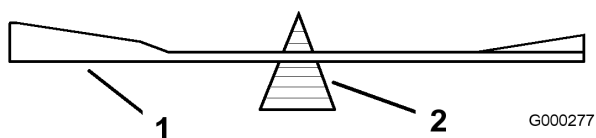
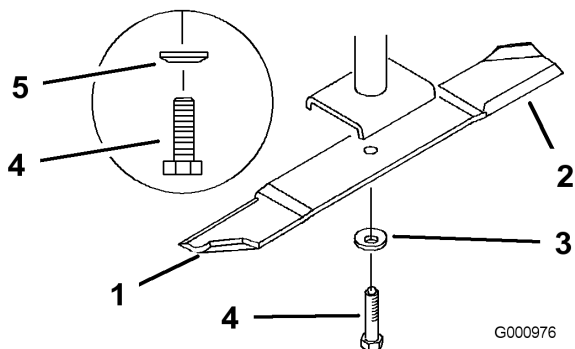

Figure 79
Figure 80
2. Retirez le boulon, la rondelle élastique et la lame de l'axe (Figure 80).
2. Vérifiez l'équilibre de la lame en la plaçant sur un équilibreur (Figure 79). Si la lame reste horizontale, elle est équilibrée et peut être utilisée. Si la lame est déséquilibrée, limez un peu l'extrémité de la partie incurvée seulement (Figure 80). Répétez la procédure jusqu'à ce que la lame soit équilibrée.
1. Placez la lame sur l'axe (Figure 80).
2. Installez la rondelle élastique et le boulon de la lame. Le cône de la rondelle élastique doit être dirigé vers la tête du boulon (Figure 80). Serrez le boulon à 115-150 Nm.